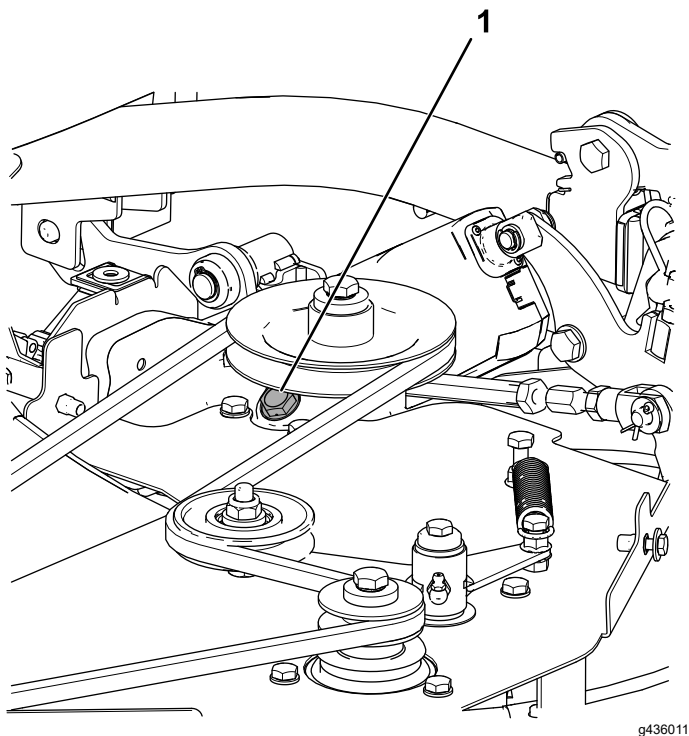

Figura 94
1. Togliete il tappo della scatola ingranaggi dell'apparato di taglio (Figura 94).
1. Rimuovete il tappo dalla scatola ingranaggi dell'apparato di taglio (Figura 94).
3. Installate il tappo dalla scatola ingranaggi dell'apparato di taglio (Figura 94).